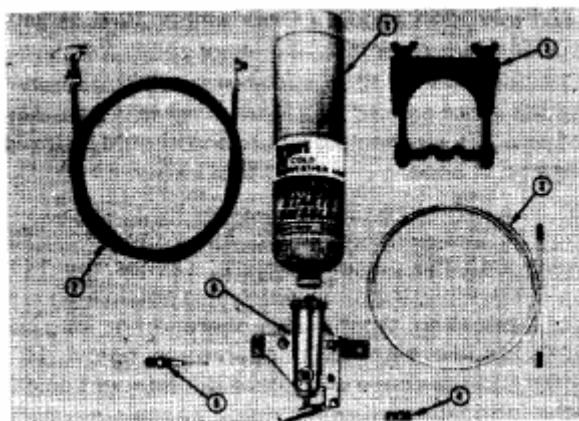

Рис.1-11 (ОМ 1007L). Ручной клапан
Ручной клапан, показанный на рис.1-11 состоит из корпуса клапана (6), струбцины (2) и нейлоновой трубки (3). Цилиндр для топлива (1), форсунка (5) и управляющее устройство должны заказываться отдельно.